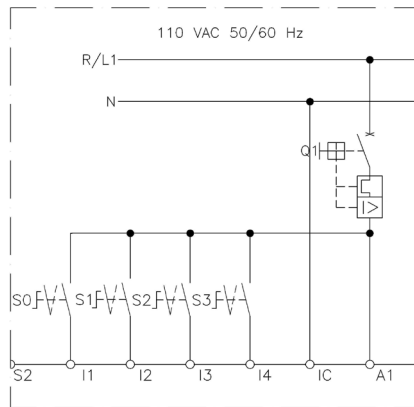

Figura 5.22 - Detalle de la modificación para accionamiento utilizando entradas digitales en 110 Vac
Para la unidad de control (UC) con entradas digitales en 110 Vca es destacada la modificación del esquema en la figura 5.22.